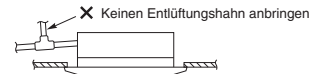

Abb. 3-11
- Keinen Entlüftungshahn anbringen, da dies zu einem Herauspritzen von Wasser aus der Ablaufleitungsöffnung führen kann. (Abb. 3-11)